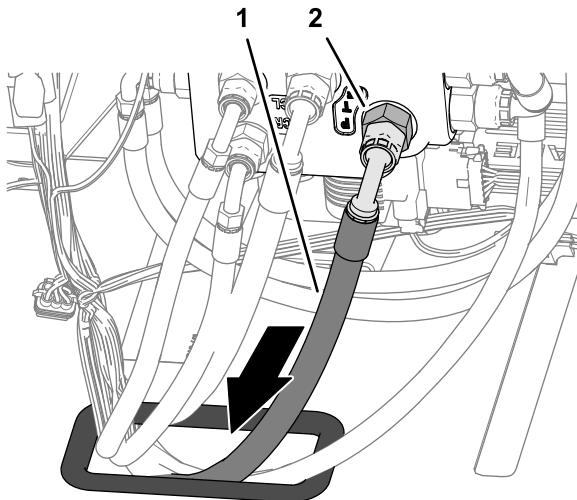

Figura 123
5. Enrute el extremo de la manguera de la bomba hidráulica de 10×2921 mm con acoplamiento de 45° a través del anillo de goma de la chapa de suelo (Figura 123).
6. Monte el acoplamiento de 90° de la manguera de la bomba hidráulica de 10 x 2921 mm en el acoplamiento del orificio PT de la válvula de dirección EHI, y apriete el acoplamiento (Figura 123).